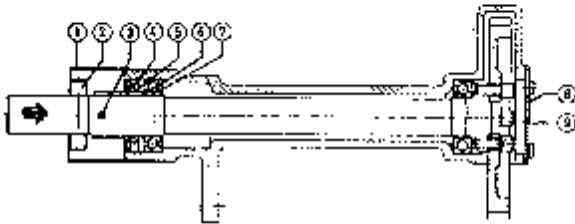

Abb. 32 Handstartvorrichtung, MD1B, MD2B
2. Deckel (8, Abb. 32) ausbauen.
3. Schrauben (9) lösen und das Zahnrad abnehmen.
4. Die auf das Gehäuse gepresste Hülse (1) abklopfen.
5. Stift (2) herausschlagen, dabei eine Stütze unter der Welle anbringen.
6. Federstift (3) herausschlagen und Hülse (4) abziehen.
7. Welle aus dem Gehäuse pressen. Die Welle in Richtung des Keiles pressen, siehe Abb. 32.
8. Dichttring (5), O-Ring (6) und Kugellager (7) entfernen.